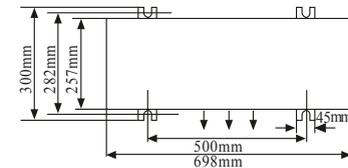
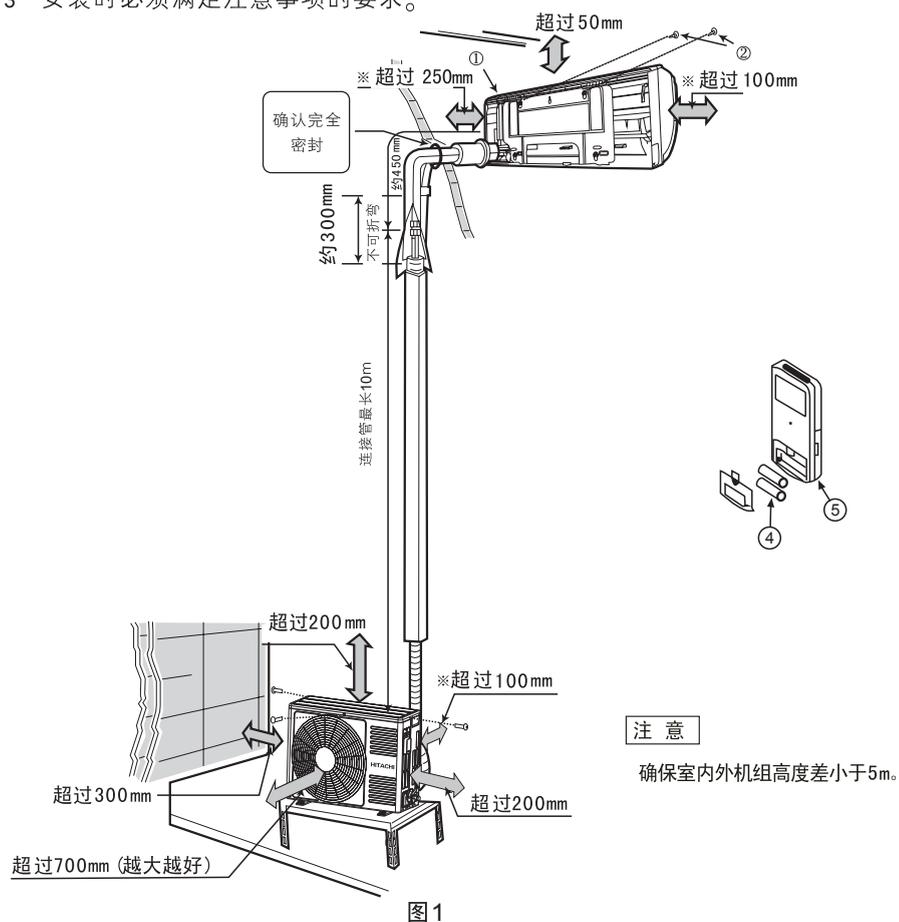

图2
图1
(1) 为了便于修理,室内机组旁边应如图1般保留空间。
(2) 室内机组应安装于超过地面180厘米以上处。
(3) 铜管可以从室内机组后边、下边和左、右边引出,如从左边引出,应注意确保冷凝水流畅,不然的话冷凝水可能漫流至房内。无论管子从哪边引出,安装前都应使管子处于便于连接的状态。
(1) 室外机组的安装必须保留大于如图1所示距离,并尽可能远离障碍物,避免障碍物妨碍通风系统。
(2) 尽量安装于房屋的东或北方。如装于南或西方是无可避免时,应有遮盖物遮盖。
(3) 最好不要安装在污秽或雨淋的地方。
(4) 尽量靠近室内机组安装。
(5) 室外机外形尺寸及安装固定孔位置见图2
- 1 示图1是连接配管安装成形。
- 2 根据总装示图1结合对应附件按要求牢固安装。